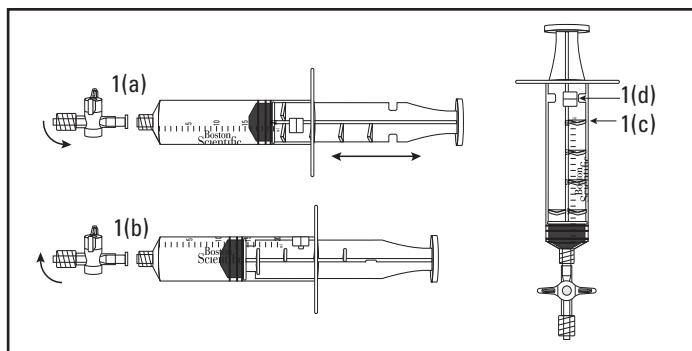

Figura 1.
- Examine a válvula reguladora (Figura 1(a)). A válvula reguladora tem duas ligações luer para conexão com a agulha e a seringa. O ar pode ser trocado com a válvula reguladora na posição aberta. A válvula reguladora está aberta quando está alinhada em paralelo com a seringa; está fechada quando está perpendicular à seringa (conforme demonstrado).
- Examine a seringa (Figura 1). O corpo da seringa tem um pino trava (Figura 1(d)) e o êmbolo da seringa tem quatro aletas de retenção (Figura 1(c)). O êmbolo da seringa pode ser manuseado dentro do corpo da seringa para bloquear e desbloquear a seringa. Para bloquear a seringa, puxe o êmbolo até que fique alinhado com o volume de sucção pretendido (Figura 1(a)). Rode o êmbolo no sentido dos ponteiros do relógio de forma a que o pino trava encaixe nas aletas de retenção no êmbolo (Figura 1(b)). Rode o êmbolo no sentido contrário ao dos ponteiros do relógio para soltar.